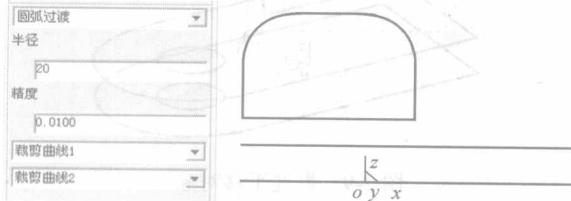

图 2-5 过渡操作
(6) 单击“矩形”按钮 \square ，在xz面绘制一长为70、宽为45的矩形。
(7) 单击“曲线过渡”按钮 F ，设置过渡半径为20，拾取需过渡的曲线，生成如图2-5所示的圆角过渡。